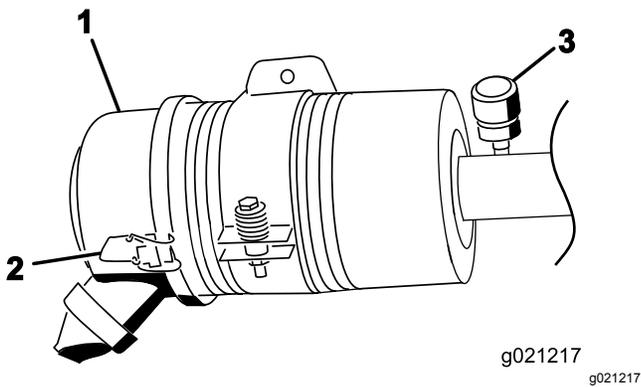

図 83
エアクリーナのフィルタの整備は、インジケータが赤色になってから行ってください 図 83。早めに整備を行っても意味がありません。むしろフィルタを外したときにエンジン内部に異物を入れてしまう危険が大きくなります。
2. エアクリーナのカバーをボディーに固定しているラッチを外す 図 83。